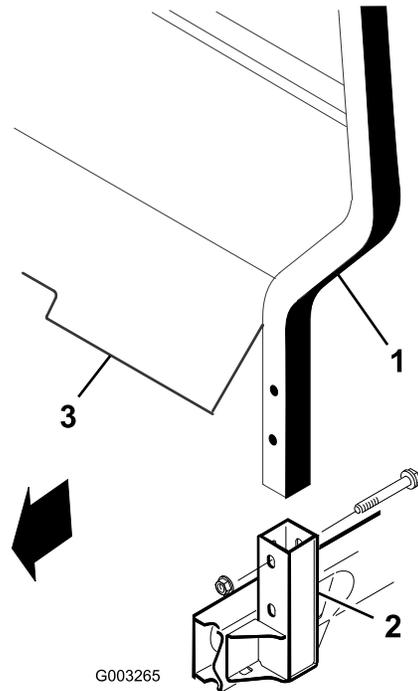

Figure 8
1. Insérez chaque côté de l'arceau de sécurité dans le support de montage de chaque côté du châssis et positionnez-le comme illustré (voir Figure 8).
2. Fixez chaque côté de l'arceau de sécurité aux supports de montage avec (2) vis 1/2-13 x 3" assorties de contre-écrous.